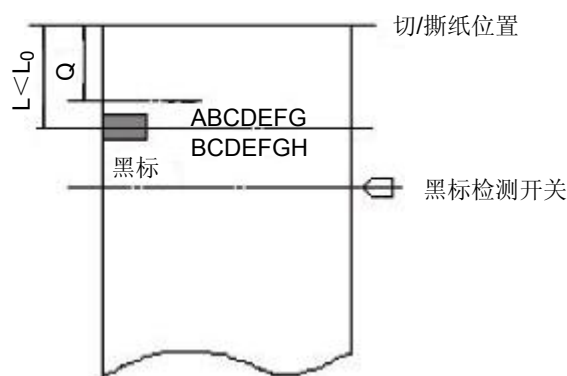

图 3
2. 当黑标印刷位置到切/撕纸位置的距离 L 小于打印机的机械值 L_0 时（如图 3 所示），GS（F 命令的切/撕纸位置偏移量计算为：